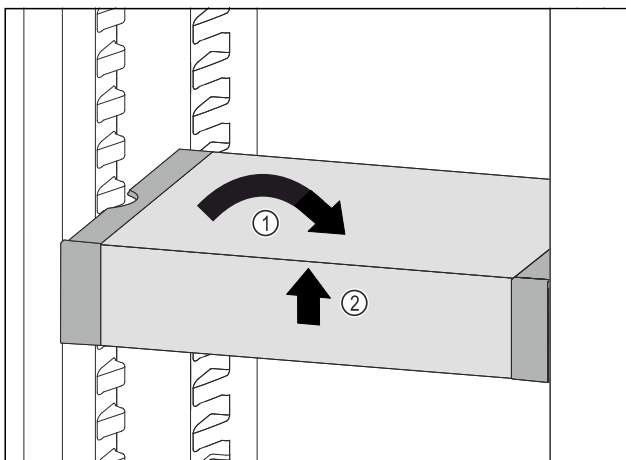

Fig. 80
- VarioSafe recht zetten. Fig. 80 (1)
- VarioSafe aan voorkant optillen. Fig. 80 (2)